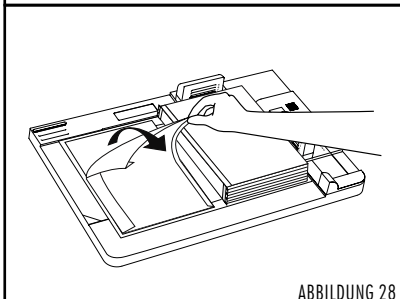
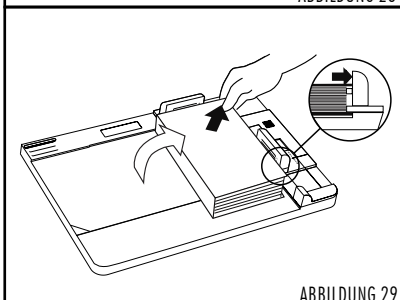

ABBILDUNG 28
ABBILDUNG 29
5. Lösen Sie nun die Klebestreifen von der linken Seite des Hardcover™ Umschlags (siehe Abbildung 28) und ziehen den Umschlag rüber zur rechten Seite. Achten Sie hierbei darauf, dass der Einband bündig mit den violetten Anlegevorrichtungen oben und rechts abschließt (siehe Abbildung 29). Nehmen Sie nun das fertige Buch aus dem Bindepult und streichen Sie über das Vorsatzpapier, damit es fest mit der Klebefläche verbunden ist - fertig ist die Hardcover™ Premiumbindung.
3. Stellen Sie hinter die markierte Seite die neue Seite in das Dokument, die Sie hinzufügen möchten (siehe Abbildung 29). Schieben Sie die neue Seite möglichst weit in das Dokument hinein. Wenn Sie sicher sind, daß die neue Seite gerade eingelegt ist, schließen Sie das Dokument.